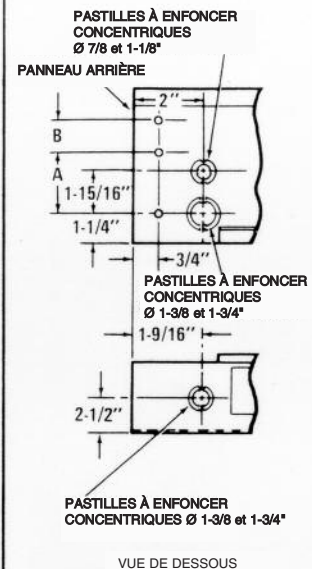

Figure 3
2. Ouvrez l'ouverture à enfoncer pour électricité appropriée de l'un des boîtiers de raccordement. Voir la Figure 3 pour l'emplacement de ces ouvertures à enfoncer.
2. Référez-vous au schéma de câblage pour l'entrée de l'alimentation électrique et ouvrez l'ouverture à défoncer appropriée (Figure 3) sur le radiateur sur lequel les raccordements électriques d'arrivée seront effectués. L'alimentation secteur ne peut être amenée qu'à l'extrémité d'un seul radiateur, les autres peuvent être connectés en parallèle en utilisant le chemin de câbles. Utilisez le Tableau B pour choisir le calibre du câblage sur site à placer dans le chemin de câbles.